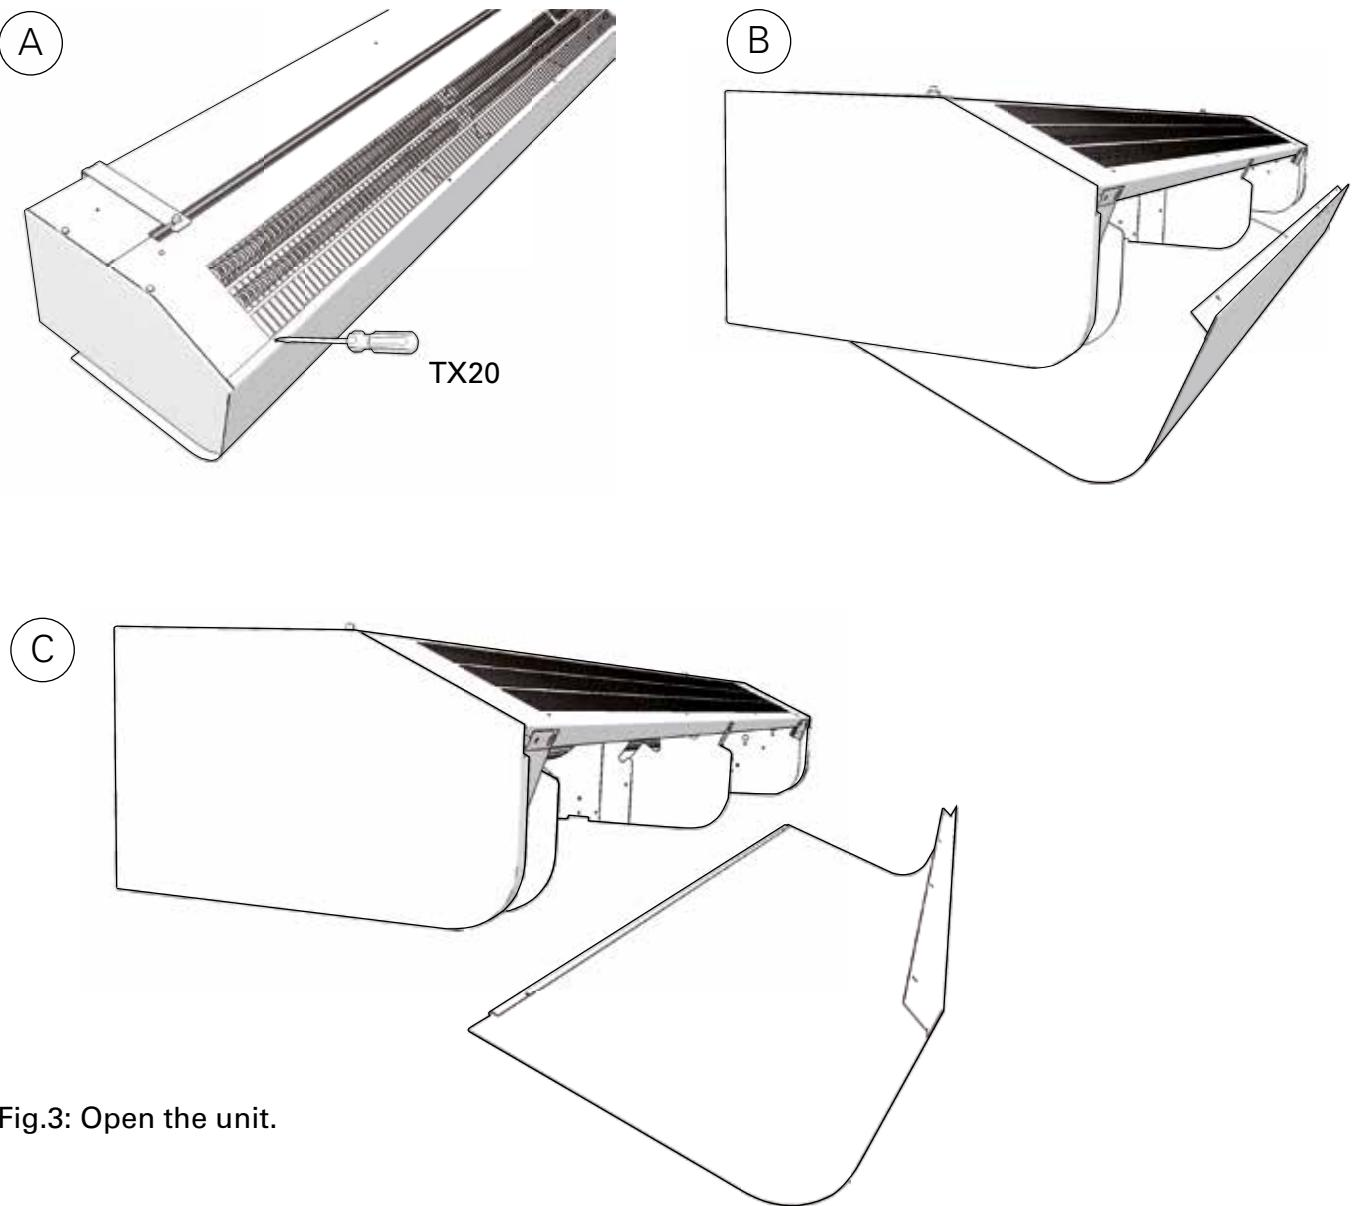

Fig.3: Open the unit.
2. Frontluken fjernes ved å skru ut skruene på toppen av apparatet og deretter løsne den bøyde kanten nederst. (Fig. 3)